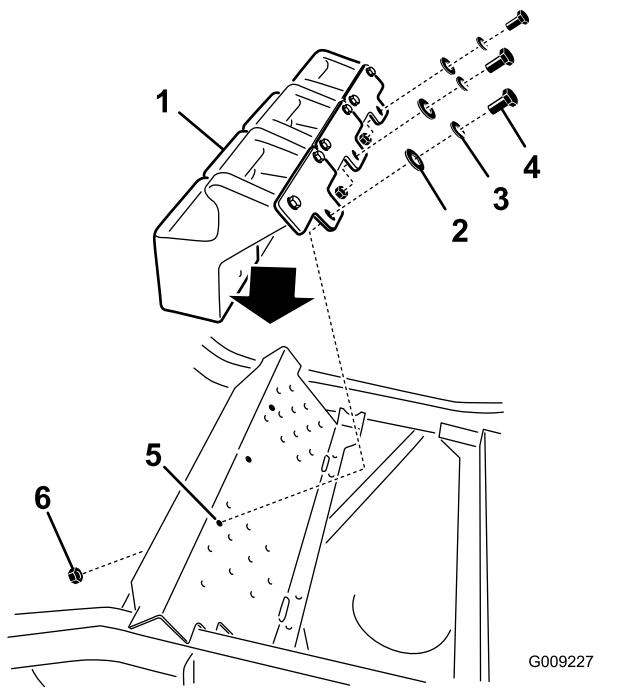

Figura 35
5. Montate i pesi anteriori sopra il poggiapiedi (Figura 35).
6. Fissate le zavorre anteriori sopra al poggiapiedi e alla staffa di montaggio con 6 bulloni (3/8" x 1"), 6 rondelle di bloccaggio (3/8"), 3 dadi flangiati (3/8") e 6 rondelle piane (3/8"), come illustrato nella Figura 35.